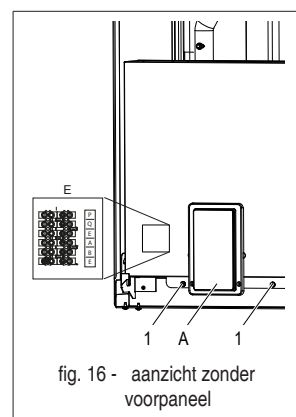

fig. 16 - aanzicht zonder voorpaneel
- draai de twee schroeven (ond. 1 - fig. 16) onder het elektriciteitskastje los
- A** Weergavepaneel en toetsenbord (fig. 16)
De aansluitkast (ond. B fig. 16) bevindt zich links van de elektrische doos van de boiler. De aansluitkast is van het type mammoet mannetje-vrouwje. Op de zijkant van de aansluitkast zit een etiket dat de 6 beschikbare klemmen aangeeft.